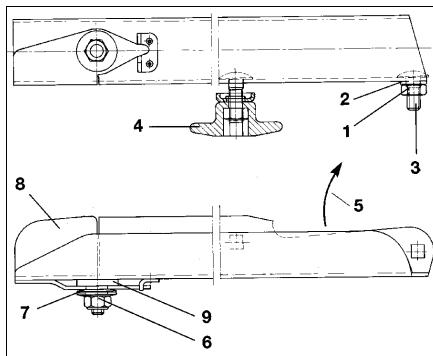

Рис. 64
- Отвинтите самостопорящуюся гайку (латунь CuZn) (Рис. 64/6) и снимите вместе с тарельчатыми пружинами (Рис. 64/7).
- Замените поворотную пластину (Рис. 64/8).
Следите за пластмассовой шайбой (Рис. 64/9) между распределяющей лопастью и поворотной пластиной.
- Затяните самостопорящуюся гайку (Рис. 64/6) с моментом затяжки 6 - 7 Нм, так чтобы поворотная пластина могла проворачиваться рукой, но при эксплуатации не проворачивалась вверх самостоятельно.